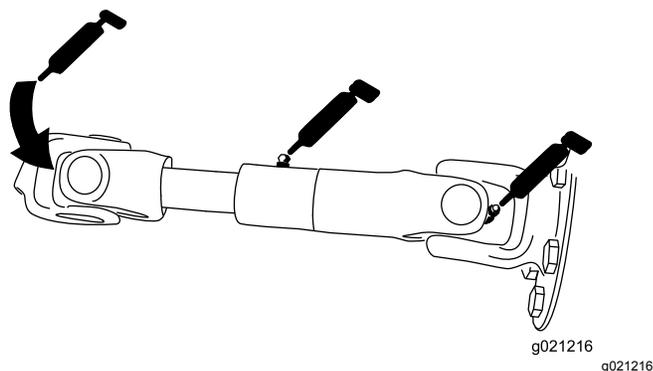

Рисунок 75
- Вал привода насоса (3 шт.) (Рисунок 75)